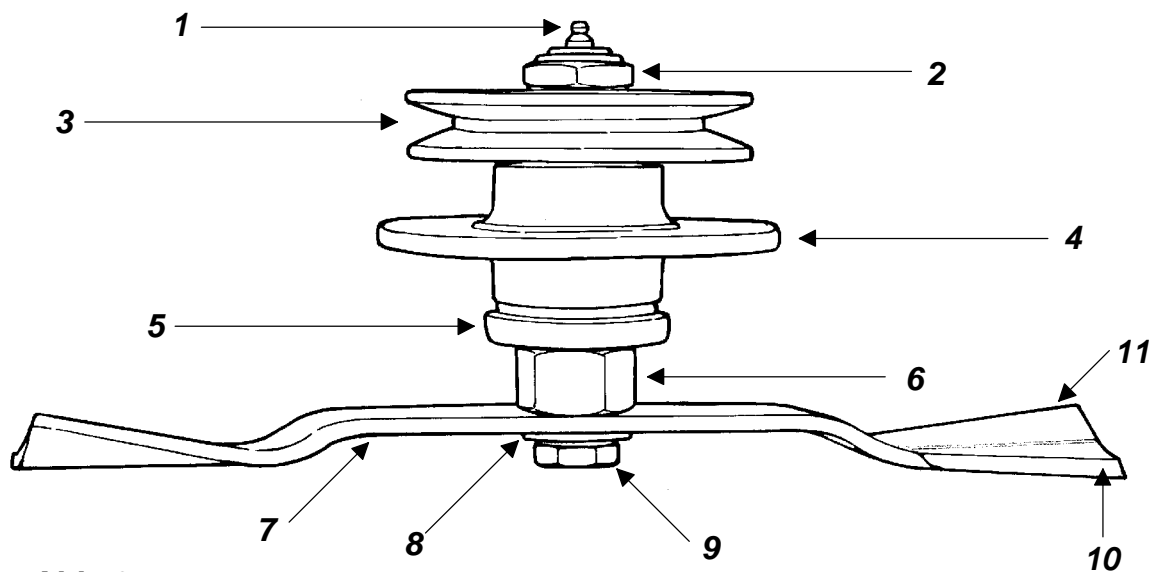

Abb. 9
1. Für einen Bediener, der sich vor der unteren Rahmenseite befindet, drehen sich die Messer gegen den Uhrzeigersinn. Die Messerklinge muss in Laufrichtung zeigen, die der Klinge entgegengesetzte Rippe zum Rahmen (**siehe Abb. 9**).
2. Tellerfeder in den Bolzen einsetzen (**siehe Abb. 9**). Nach Einbau des Messers nach obiger Anweisung den Bolzen in die Welle einschrauben.